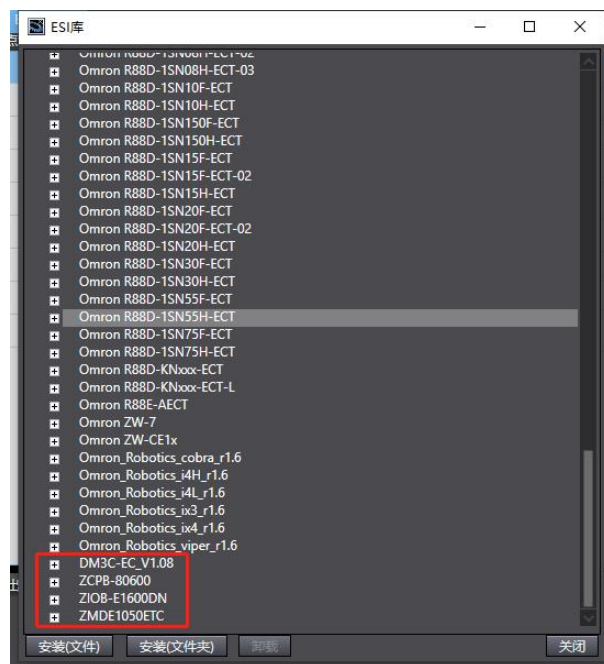

图 4.2 安装从站的 ESI 文件
(2) 安装从站 ESI 文件。在 PC 上面打开 Sysmac Studio 软件，新建一个标准工程。双击软件左边的“多视图浏览器”->“EtherCAT”，右击“主设备”->“显示 ESI 库”，安装对应的 ESI 文件，这里选择“DM3C-EC_V1.08”、“ZCPB-80600”、“ZIOB-E1600DN”、“ZMDE1050ETC”后安装，如下图 4.2 所示。